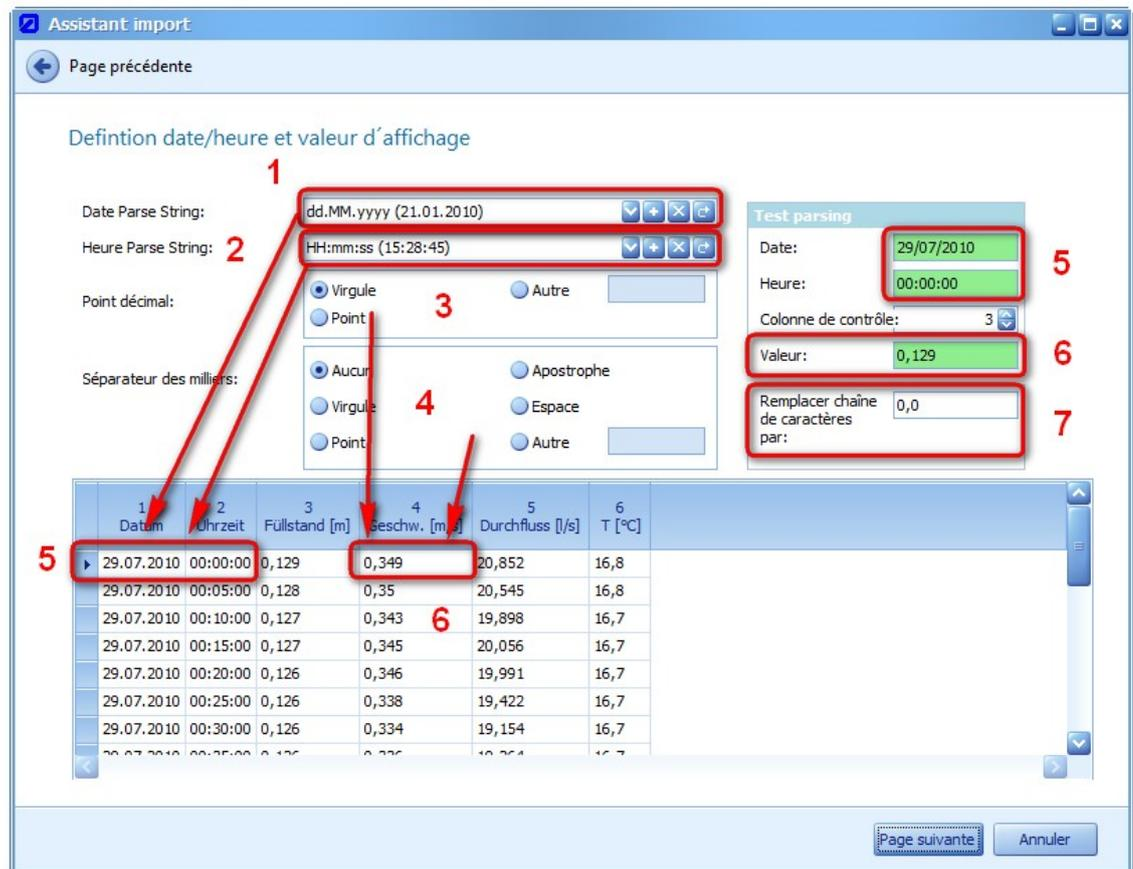

Figure 27: Définition de l'affichage date/heure et valeur dans l'assistant import
Dans la zone (4) un fichier pour l'import peut être sélectionné via „Sélectionner fichier import“ et le dialogue subordonné. Le chemin d'accès sera affiché. Lors du démarrage de l'assistant, „Import pas à pas“ est sélectionné dans le menu déroulant (5). Si un profil existe déjà pour les données de mesure sélectionnées, il peut à présent être sélectionné. Via le bouton „Affichage final“, on passe les différentes étapes de l'assistant pour arriver directement à la vue finale (Figure 27).
La Figure 27 affiche la configuration de la date, de l'heure et des valeurs pour le fichier sélectionné.
Basé sur la ligne contenant l'étiquette de données (Figure 26, zone(1)), les séries de mesures disponibles dans la zone (1) de la Figure 27 seront affichées. La zone (2) permet d'activer ou de désactiver toutes les séries pertinentes pour l'import.